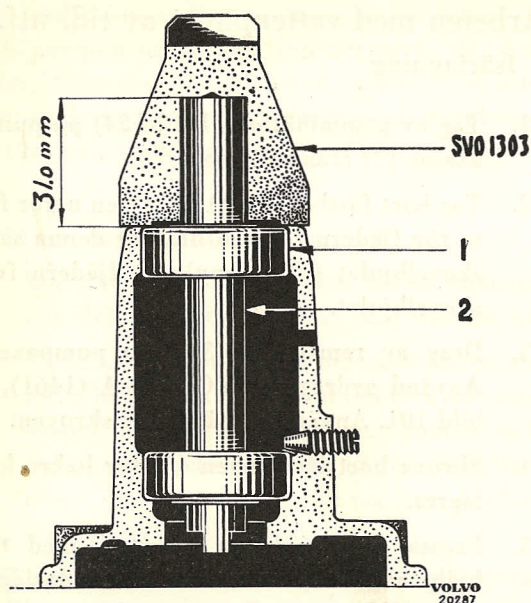

Bild 102.
2. Pressa främre lagret på axeln (2) med tillhjälp av dorn SVO 1303. Pressa på lagret ca 10 mm.
3. Placera axeln i pumphuset och pressa i den med dorn SVO 1303. Pressa tills dornen stoppar mot huset. (Se bild 102).